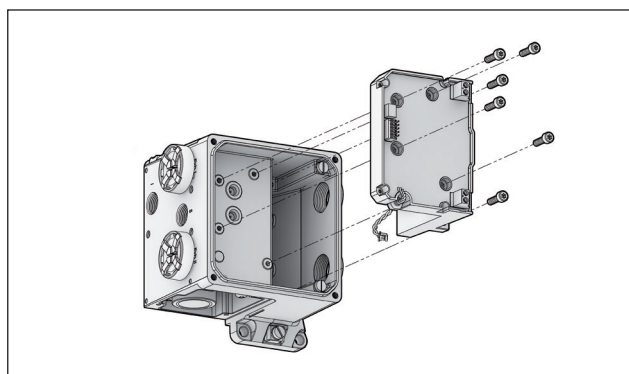
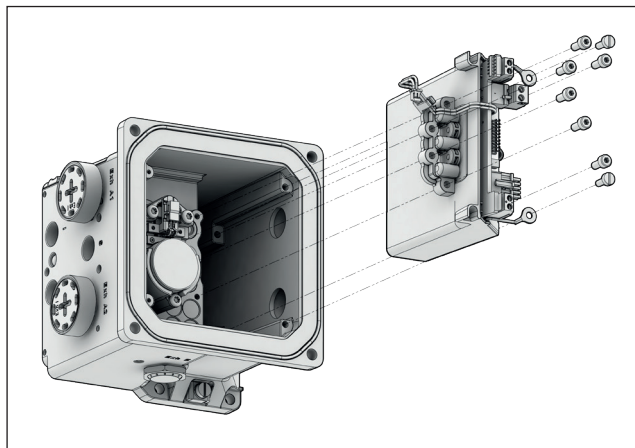

Fig. 111. NDX_510_
Fig. 112. NDX_511_ e NDX_512_
- Solte os parafusos do módulo eletrônico e os parafusos de aterramento e remova o módulo eletrônico. (Fig. 111, Fig. 112)